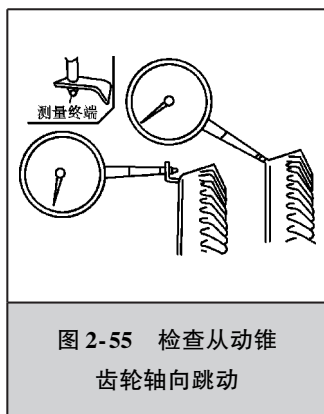

图 2-55 检查从动锥
6) 检查从动锥齿轮的轴跳动, 如图 2-55 所示, 要求不大于 0.05mm 。不符合要求, 应成对更换减速器主、从动锥齿轮。